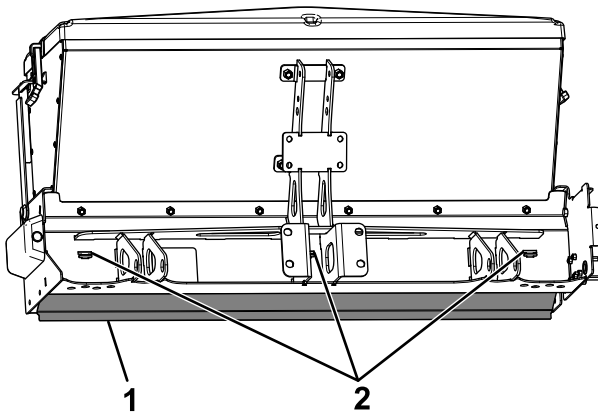

Figura 5
2. Deslice el deflector de la plataforma hacia arriba por debajo del esparcidor, y bloquee las pestañas en las ranuras del armazón del esparcidor (Figura 5).